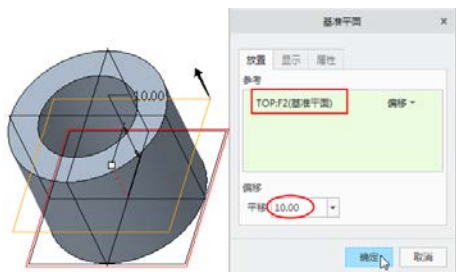

图 3-125 新建基准平面
- 单击“基准”组中的“平面”按钮, 新建一个基准平面 DTM1，如图 3-125 所示。